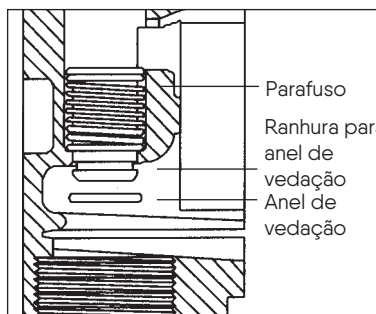

Figura 8
- Remova o anel de vedação com uma pequena chave de fenda ou ferramenta semelhante. Tome cuidado para não danificar o boneca ou o anel de vedação. (Figura 8)